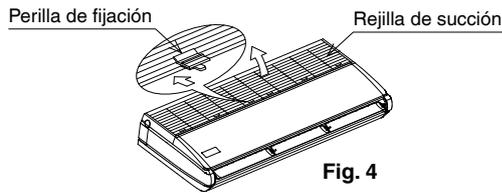

Fig. 4
- Deslice las perillas de fijación de la rejilla de succión de aire (3 lugares en cada una) hacia la dirección posterior (como se lo muestra una flecha) para abrir la rejilla de succión de aire ampliamente. **(Consulte la Fig. 4)**